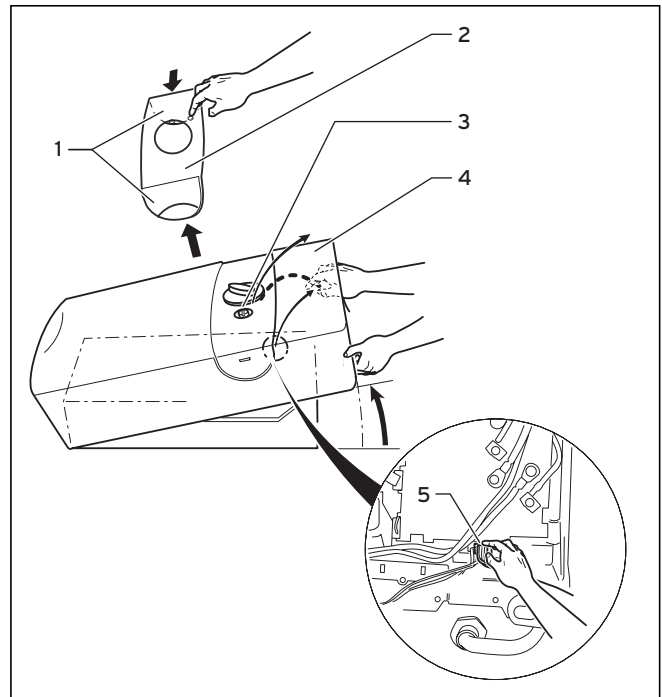

Рис. 5.3 Снятие и установка обшивки аппарата
- Снимите обе боковые планки козырька с аппарата (1) и снимите козырек (2), см. рис. 5.3.
- Отпустите винт (3).
- Поверните нижнюю часть обшивки аппарата (4) вперед.
- Ввинтите на место винт (3), см. рис. 5.3.